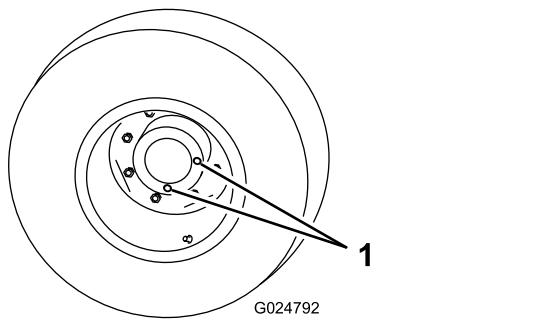

Figura 62
1. Coloque a máquina numa superfície nivelada e posicione a roda de forma a que um dos tampões de verificação se encontre na sua posição mais baixa (6 horas) (Figura 62).